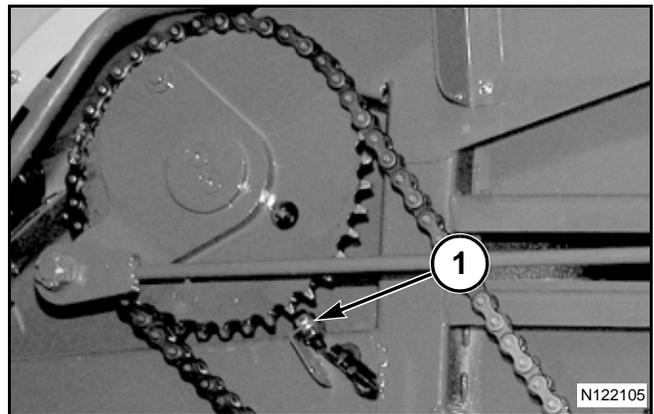

FIG. 13
FIG. 13: El mando del dispositivo de llenado, de los conjuntos del anudador y de la operación de las agujas está protegido por un perno de seguridad. Si la rueda motriz de impulsión del dispositivo de llenado/anudador deja de girar mientras el enfardador está en funcionamiento, el sensor del perno de seguridad del dispositivo de llenado (1) le indica al SBC que envíe una alarma audible y visual desde la consola.